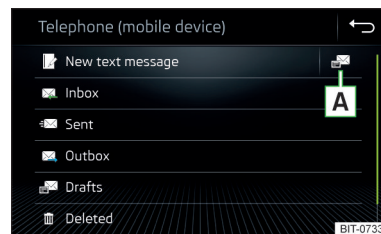

Fig. 171
- ▶ En el menú principal *Teléfono* pulse la superficie funcional , se visualiza el menú principal para mensajes de texto » fig. 171.
- ▶ Pulsar en el menú principal de los mensajes de texto la superficie funcional » fig. 171 de la pág. 143.